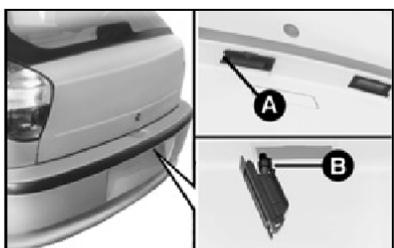

fig. 31
Palio fig. 31
1) retirar porta-lâmpada utilizando chave de fenda no ponto **A-fig. 31**;
2) retirar a lâmpada empurrando o soquete e girando no sentido anti-horário **B-fig. 31**.